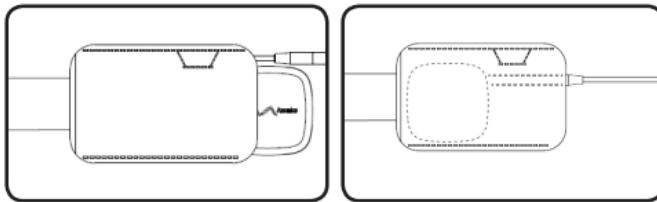

Abbildung 5: Stecken Sie den PS in den Beutel am Gürtel.
2. Stecken Sie den PS in den Beutel am Gürtel. Legen Sie die PS-Verlängerung um den PS (**Abbildung 5**). Der PS ist vollständig eingelegt, wenn er die engste Stelle des Beutels passiert hat.